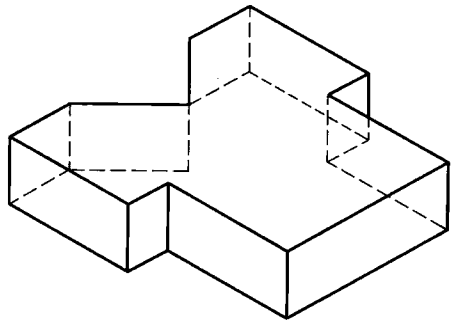

图 1-5 完成后的 V 形块模型
5) 切制另一边直角后, 完成 V 形块的切制, 如图 1-5 所示。